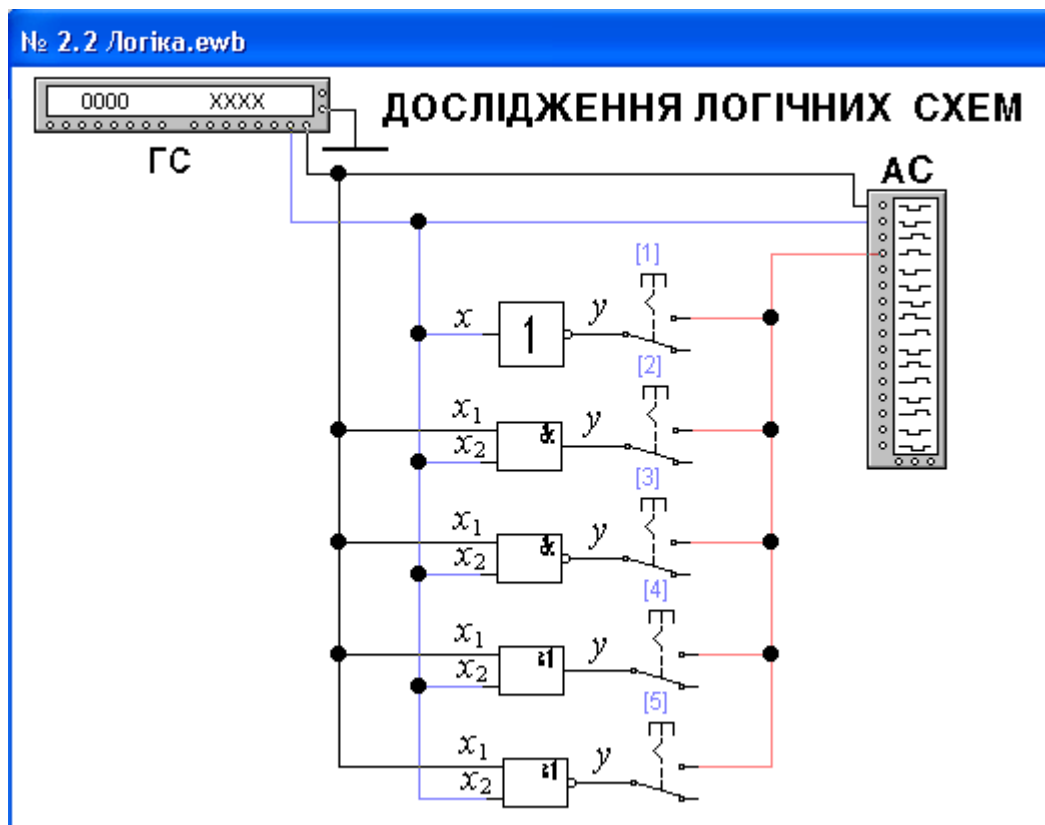
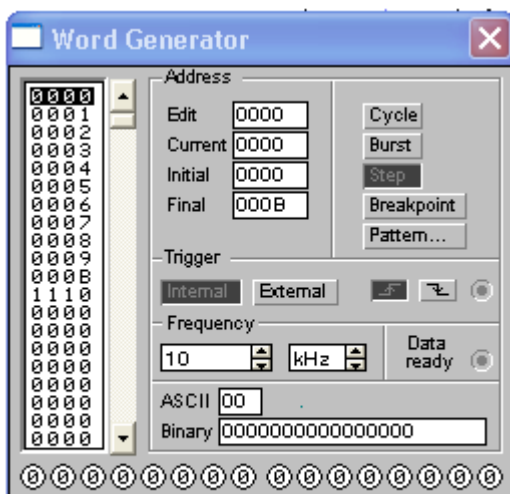

Рис. 2. Схема лабораторного стенда
Рис. 3
4.1.1. Відкрийте файл “№ 2.2 Логіка” (рис. 2).
4.1.4. Розкрийте генератор слова ГС та логічний аналізатор слова АС встановленням курсору на їх позначенні (рис. 2) і подвійним кліком лівої клавіші миші. Відкриються їх вікна (рис. 3 і 4).
4.1.5. Переконайтесь у тому, що дані налаштувань генератора та аналізатора збігаються з наведеними на рис. 3 і 4.